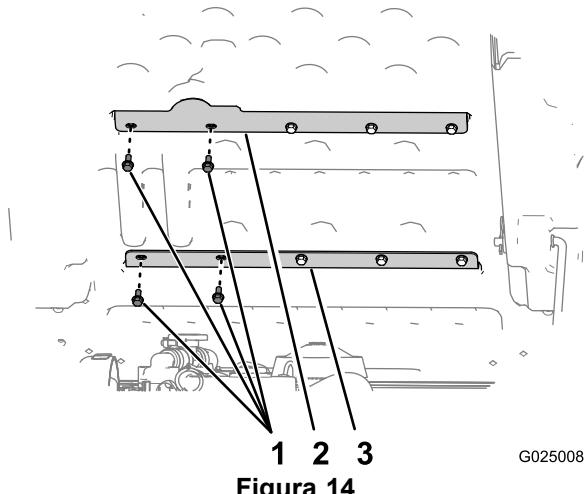

Figura 14
1. Retire los 2 pernos de la izquierda (5/16 x 3/4 pulgada) que sujetan el refuerzo superior a la caja (Figura 14).
2. Retire los 2 pernos de la izquierda (5/16 x 3/4 pulgada) que sujetan el refuerzo inferior a la caja (Figura 14).